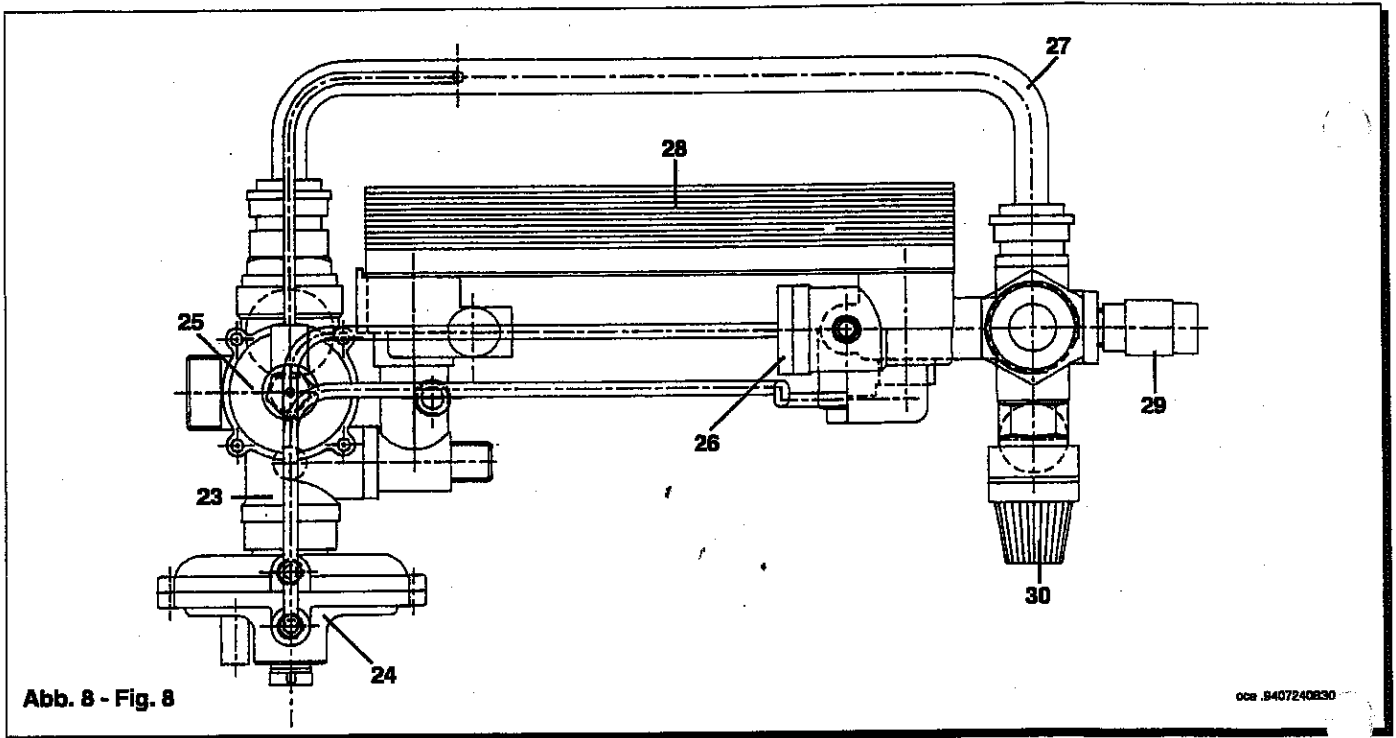

Abb. 8 - Fig. 8
- die Anlage, wenn möglich nur im Bereich des Heizkessels, mit Hilfe des eigens dazu bestimmten Abfluhahnes entleeren (29 Abb. 8 auf Seite 17);
- die kleinen Verbindungsleitungen (Abb. 8 auf Seite 17) zwischen dem Vorrangheißwasseraggregat (24) und dem Flußsensor (26) entfernen;